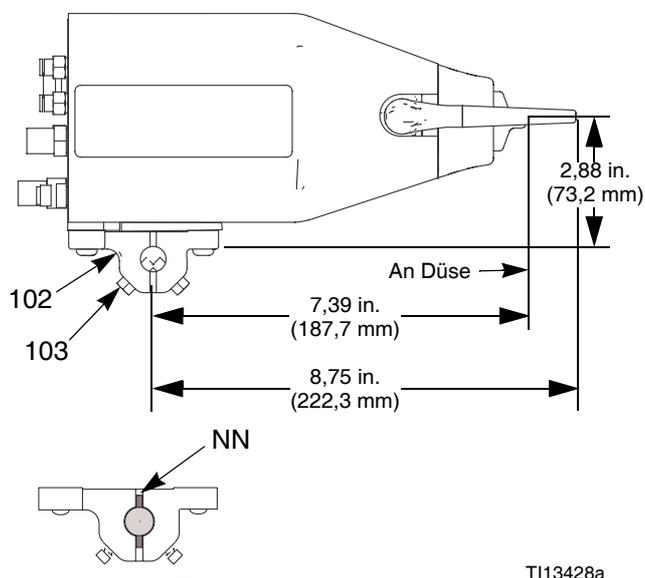

ABB. 6. Montagehalterung
1. Lösen Sie die zwei Stellschrauben (103) der Montagehalterung und schieben Sie die Halterung (102) auf eine 1/2" (13 mm) starke Montagestange. Siehe ABB. 6.
HINWEIS: Führen Sie für eine zuverlässigere Halterung einen 3 mm starken Zentrierstift in den Schlitz (NN) in der Halterung und durch eine Öffnung in der Stange. Siehe Detailansicht in ABB. 6.